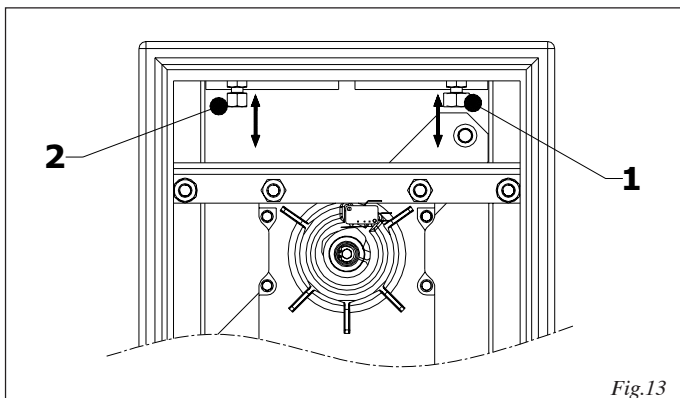

Fig.13
- Die mechanischen Endanschläge, Abb. 13 - Bez. 1 und 2, regeln.